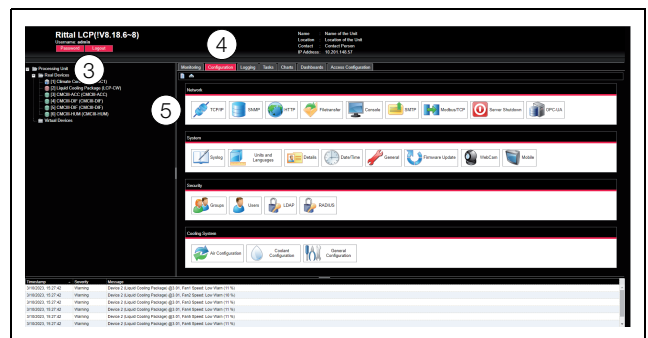

Abb. 94: Anpassen der TCP/IP-Einstellungen
Es erscheint das Übersichtsfenster des Geräts (Abb. 94).
- Klicken Sie im linken Teilbereich des Übersichtsfensters (Navigationsbereich) auf den Eintrag **Processing Unit** (Abb. 94, Pos. 3) und im rechten Teilbereich (Konfigurationsbereich) auf die Registerkarte **Configuration** (Abb. 94, Pos. 4).
- Klicken Sie im Gruppenrahmen **Network** auf die Schaltfläche **TCP/IP** (Abb. 94, Pos. 5).